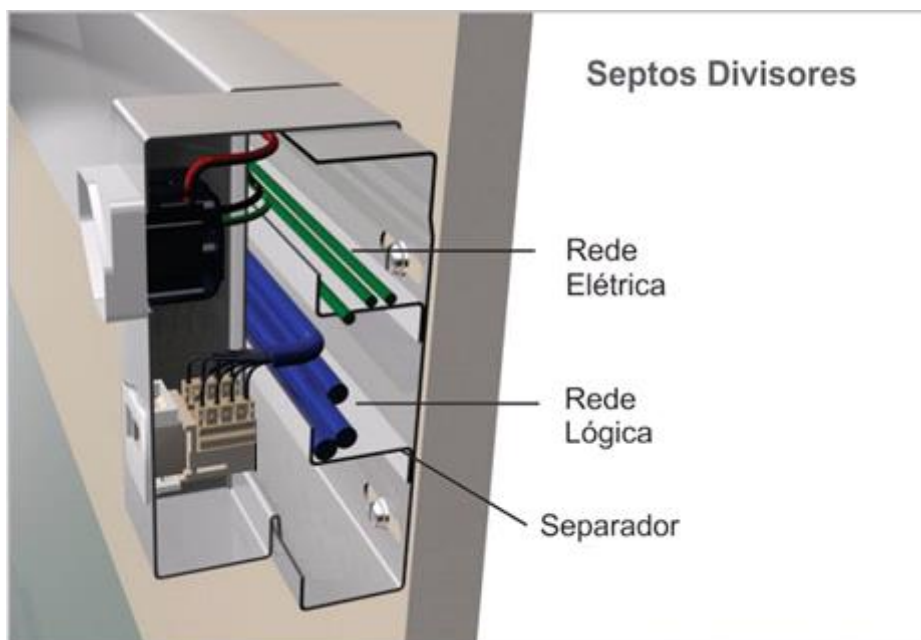

Figura 1 - Separação interna de canaletas metálicas;
- Caso seja escolhida a utilização de eletrocalhas ou canaletas de material metálico, os cabos lógicos podem ser lançados na mesma estrutura desde que a canaleta/eletrocalha possua um divisor interno (Figura 1), elétricos dos cabos de rede UTP (eletrocalhas e canaletas metálicas devem ser devidamente aterradas);